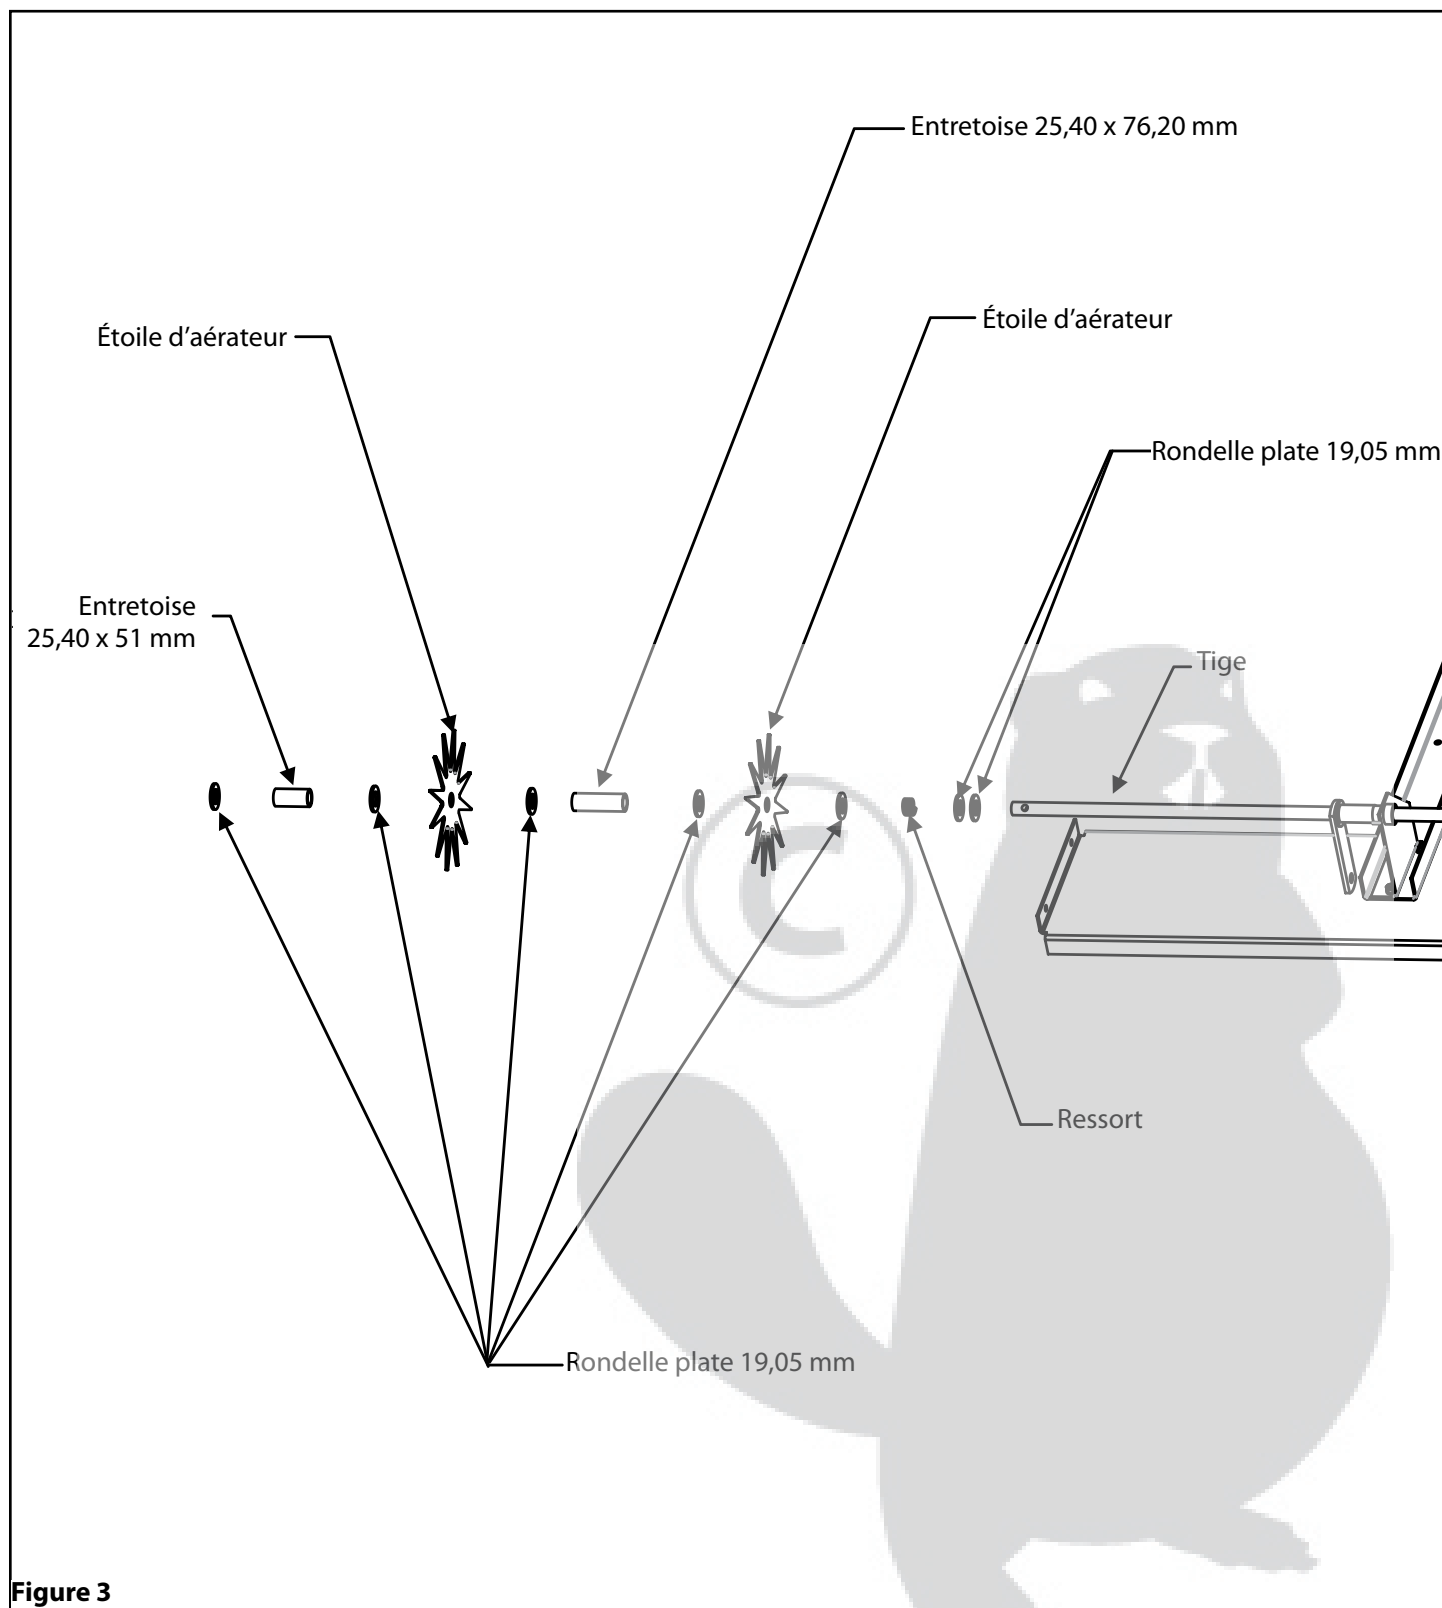

Figure 3
3. Sur le côté court de la tige, placez deux rondelles plates de 19,05 mm sur la tige, suivies par un ressort de tige et une autre rondelle plate de 19,05 mm, suivie par une étoile d'aérateur et une autre rondelle plate de 19,05 mm. Placez une entretoise de 25,40 x 76,20 mm sur la tige, une rondelle plate de 19,05 mm, une autre étoile d'aérateur et une autre rondelle plate de 19,05 mm. Répétez cette opération encore trois fois. Maintenant, placez une entretoise de 25,40 x 51 mm sur la tige, suivie d'une autre rondelle plate de 19,05 mm. Voir Figure 3.